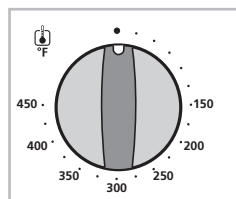

Figura 2
2. **Dial de control de la temperatura** – Ajuste el termostato a la temperatura deseada. (Vea la figura 2)